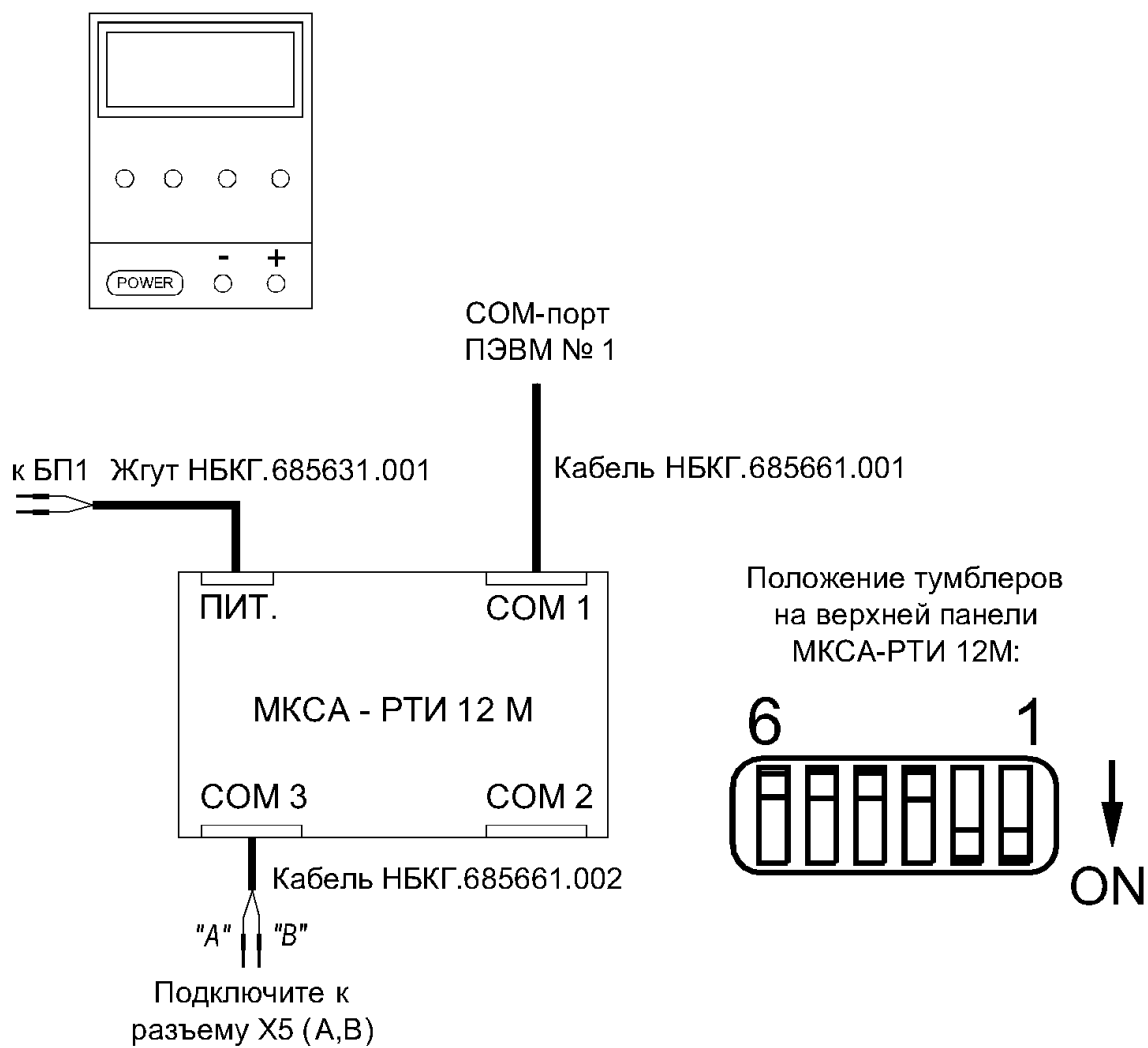

Рис. 3.3 Проверка информационного обмена по RS-485 контроллера МКСА-08М
3.3.15.1 Для проведения проверки соберите схему, приведенную на рис. 3.3.